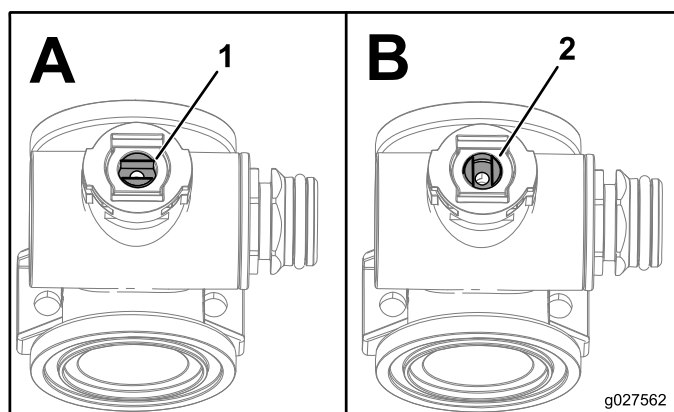

Bild 5
Hinweis: Achten Sie darauf, dass der Ventilschaft in der geöffneten Stellung ist (Ausschnitt A, Bild 5).
11. Drehen Sie den Ventilschaft so, dass das Ventil geschlossen ist (Ausschnitt B, Bild 5).